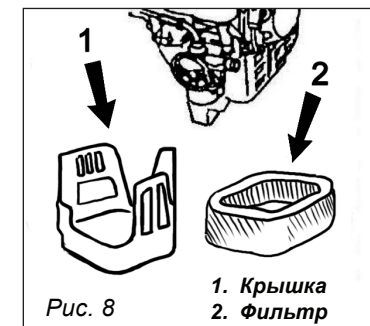

Рис. 8
9.1. Воздушный фильтр (*рис. 8*)